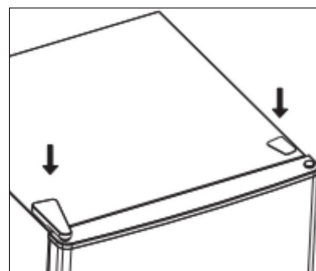

Рис. 7
8. Установите крышку верхней петли и декоративную крышку на соответствующие места (рис. 7).